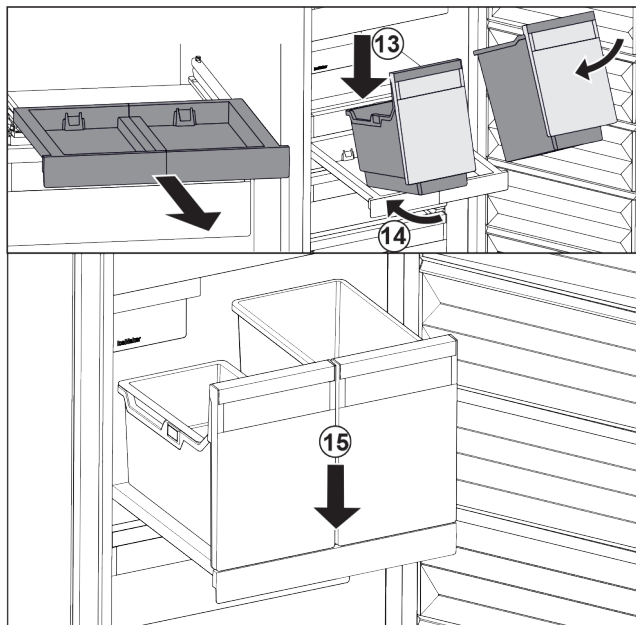

Fig. 95
- Applicare i contenitori in modo inclinato sul ripiano estraibile. Fig. 95 (13)
- Inserire il contenitore in modo inclinato verso la parte posteriore. Fig. 95 (14)
- Abbassare il contenitore nella parte anteriore. Fig. 95 (15)